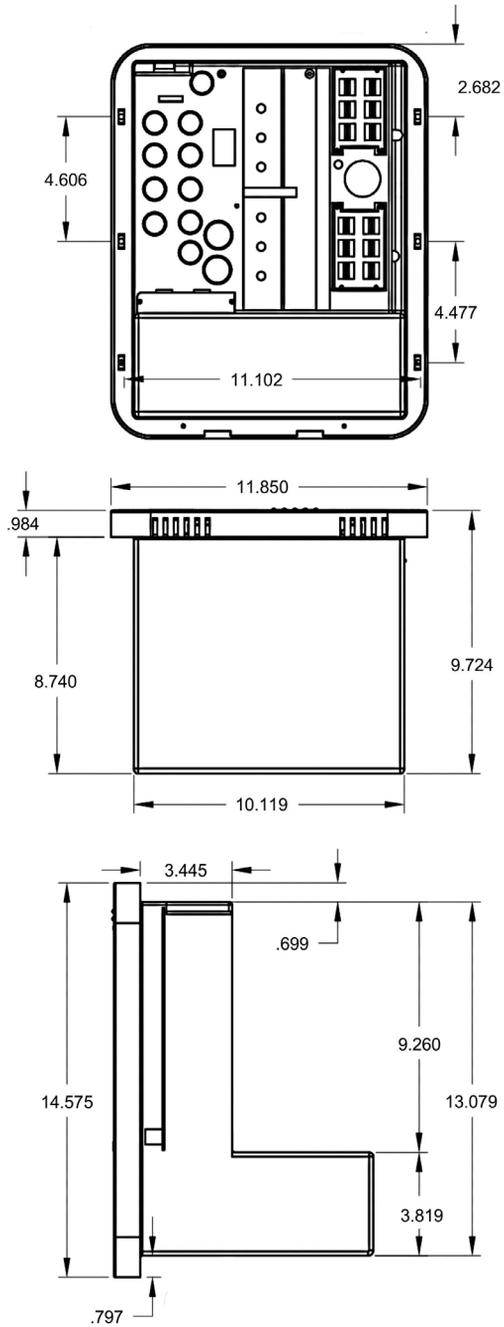

Figure 7
**** Assurez-vous qu'aucune source AC n'entre dans le VR à partir d'une alimentation externe ou une génératrice intégrée. Déterminez la capacité requise de disjoncteurs selon la tension de charge que le Centre de Distribution de série WF-9500LiS alimentera. Vous pouvez utiliser soit des disjoncteurs uniques ou jumelés, ou une combinaison des deux.** Nous recommandons que tous les disjoncteurs utilisés soient de la même marque. Avec des disjoncteurs jumelés, un total de quatorze (14) peut être monté sur le Centre de Distribution de série WF-9500LiS, deux (2) disjoncteurs principaux et douze (12) disjoncteurs de dérivation. Se reporter aux tableaux des pages 5 et 6 pour une sélection de disjoncteurs approuvés. Le disjoncteur principal doit être bipolaire de type 50A et être installé en position centrale (voir la figure 7 à la page 13). Un clip de sûreté est fourni pour maintenir le disjoncteur bien en place.
Le cordon d'alimentation de 50 A est acheminé par l'entrée défonçable dans le compartiment de câblage et attaché avec une bride appropriée. Un cordon d'alimentation de 50 A est doté de 4 fils : noir (HOT1), rouge (HOT2), neutre (blanc) et mise à terre (vert). Le fil Noir (HOT1) est connecté sur un côté du disjoncteur principal bipolaire de 50 A, tel qu'indiqué la figure 7, à la page 13. Le rouge (HOT2) est connecté de l'autre côté. Le fil Blanc (Neutre) est connecté à la barrette à bornes Neutre au bas du compartiment de câblage à gauche. Le fil Vert (Terre) est connecté à la mise à terre située sur le côté supérieur gauche de l'habitacle.